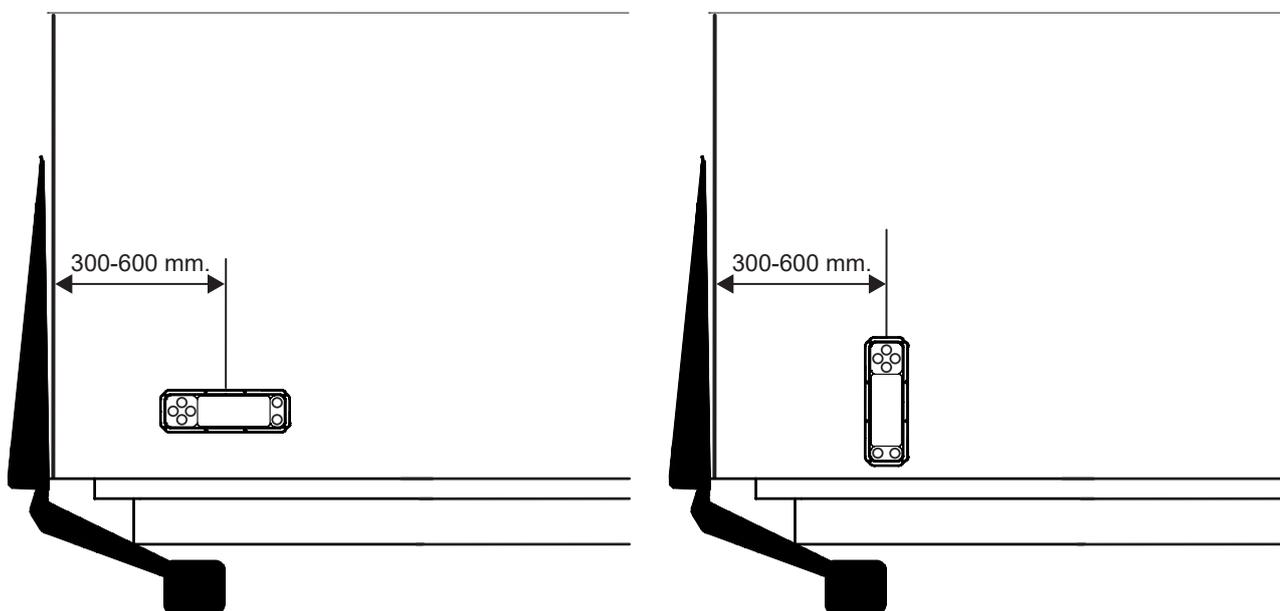

Figura 57. Montaje del actuador
5. A continuación, monte el actuador en el armario. Figura 57